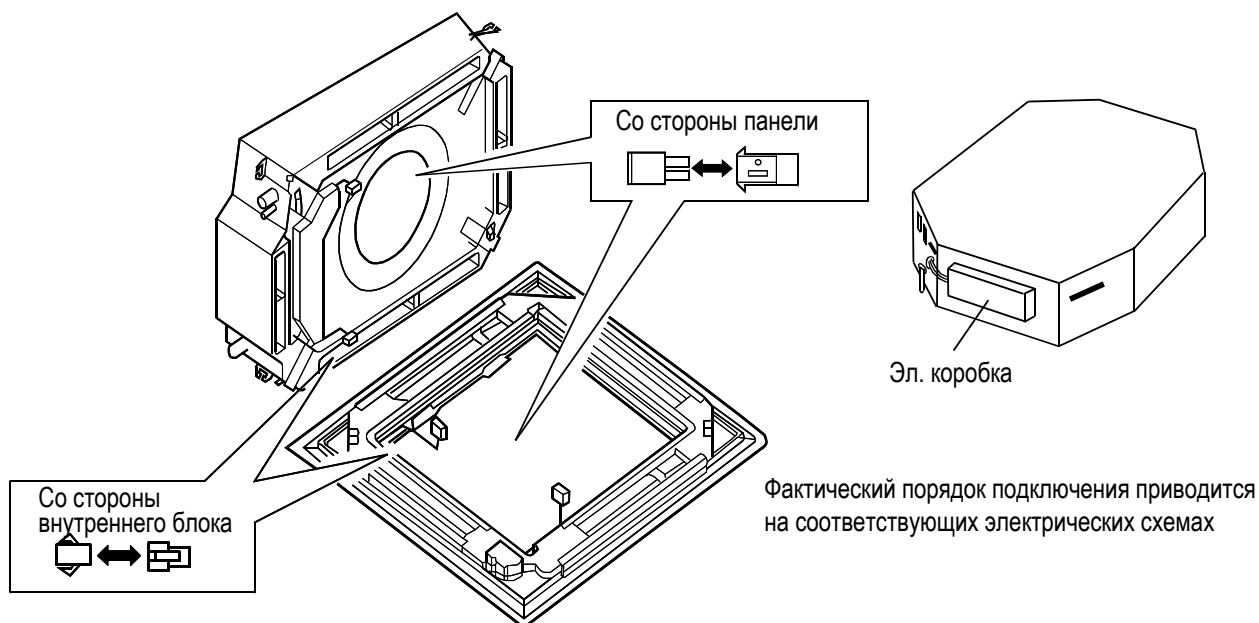

Рис. 3
- Выполните электроподключение шагового двигателя, соединив его контакты с соответствующим разъемом на панели, как показано на Рис. 3.